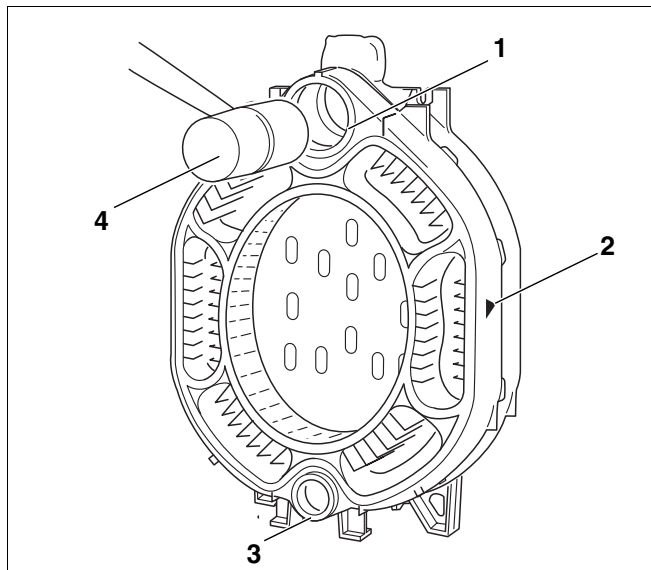

Fig. 13 Aproximarea prin batere a elementului intermediar
- Se așează elementul intermediar cu alezajul de sus și de jos (fig. 13, **poz. 1 și 3**) pe niplurile din elementul posterior, săgeata de montaj (fig. 13, **poz. 2**) trebuind să arate spre spate.
- Primul element intermediar se bate cu un ciocan de lemn sau de cauciuc dur (fig. 13, **poz. 4**) spre elementul posterior.